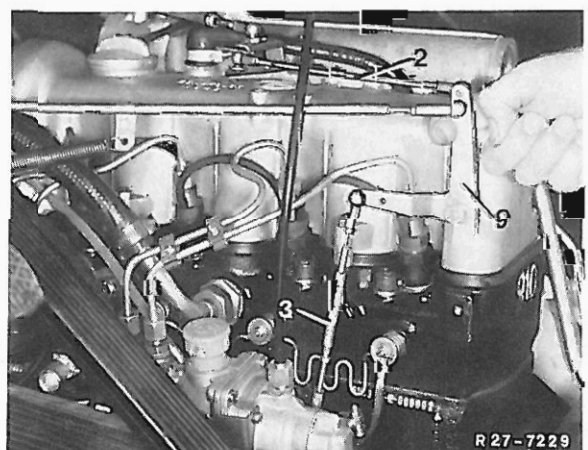

Bild 21
4 Verbindungsstange (2) auf 233 mm einstellen und einhängen (siehe Bild 21)
5 Leerweggestänge (3) zur Einspritzpumpe in ausgezogenem Zustand so einstellen, daß der Stupserhebel ca. 4 mm vom unteren Anschlag hochgezogen wird. Dabei muß der Umlenkhebel (9) soweit betätigt werden, daß der Leerweg des federnden Zuggestänges (1) aufgehoben, die Drosselklappe jedoch noch am Leerlaufanschlag anliegt (siehe Bild 21).